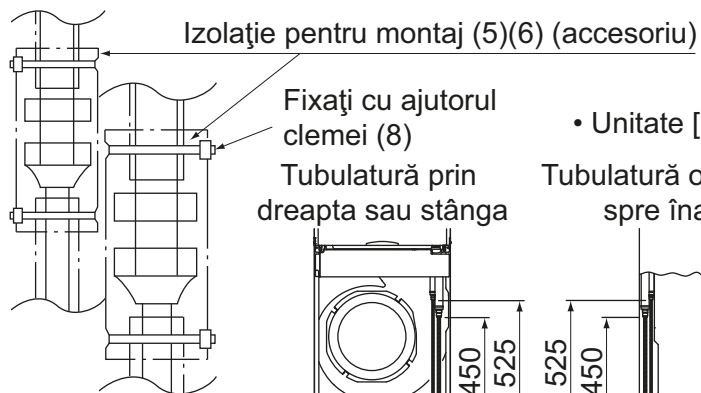
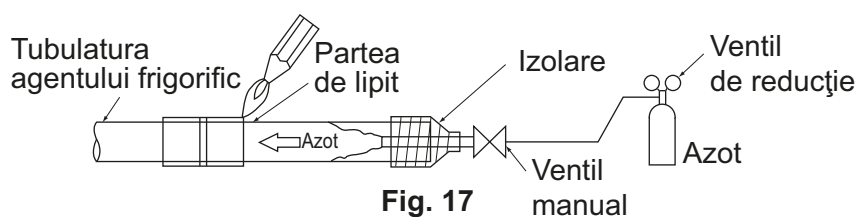

Fig. 13
Fig. 17
- După verificarea etanșeității racordurilor tubulaturii, efectuați termoizolarea. **(Consultați Fig. 13)**
- Efectuați termoizolarea conductelor de gaz și lichid cu izolația furnizată pentru montaj (5) și (6). (Strângeți ambele capete ale izolației pentru montajul (5) și (6) cu clema (8).
- Lipiți tubulatura agentului frigorific numai după ce ați trecut azotul prin conductă și l-ați înlocuit cu aer **(Consultați Fig. 17)**. După finalizare, racordați unitatea interioară cu îmbinări mandrinate **(Consultați Fig. 13)**.
1. Când lipiți cu dezlocuirea aerului prin trecerea de azot prin conductă, aveți grijă să reglați presiunea azotului la 0,02 MPa cu un reductor de presiune. **(Consultați Fig. 17)**